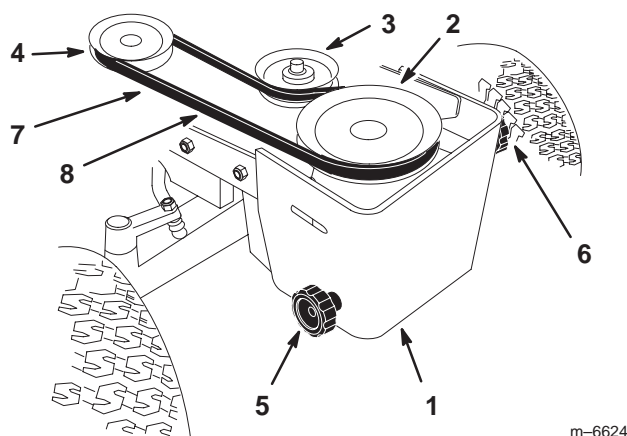

Figure 33
1. Tournez le bouton gauche sur le bâti de poulies avant pour détendre la courroie d'entraînement de PDF (Fig. 33).
2. Retirez la courroie de PDF de la poulie d'embrayage (Fig. 33).
3. Déposez la courroie de PDF de la poulie supérieure et la poulie de tension supérieure dans le bâti (Fig. 33).
4. Montez la courroie de PDF neuve sur la poulie d'embrayage (Fig. 33).
5. Montez la courroie de PDF sur la poulie supérieure et la poulie de tension supérieure dans le bâti (Fig. 33).
6. Tournez le bouton gauche sur le bâti de poulies avant pour tendre la courroie de PDF (Fig. 33). La courroie doit présenter une flèche de 13 mm.